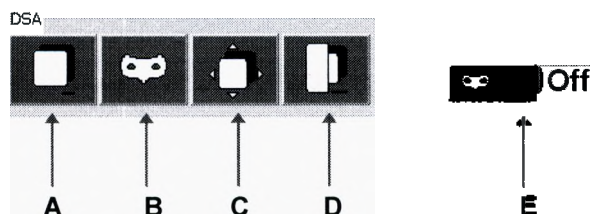

Рисунок 25
7.4.2.4.5 Зона «Функции DSA» – см. рисунок 25.